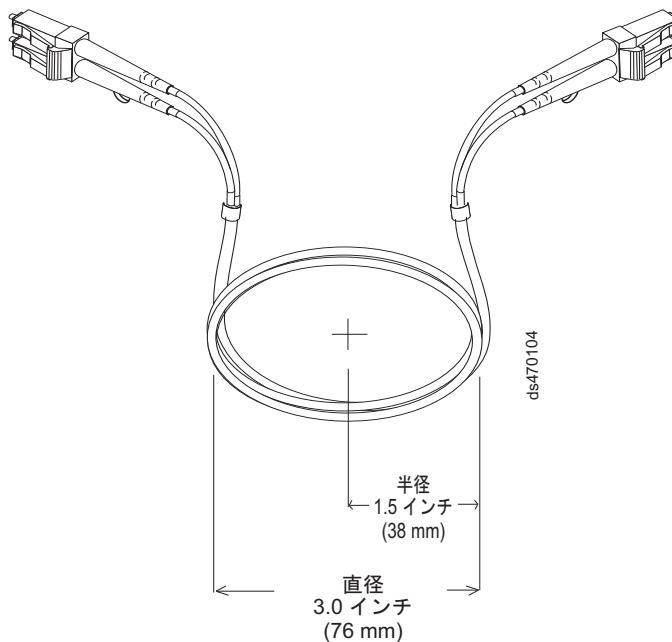

図 19. 光ファイバー・ケーブルの曲げおよびループに関する推奨仕様
**注:** IBM ファイバー・チャネル (FC) ケーブル・オプションは、IBM DS ストレージ製品についてテスト済みであり、承認済みです。最適なパフォーマンスおよび互換性を得るため、IBM DS 製品を取り付けるときは、必ず IBM FC ケーブル・オプションを使用してください。
- 余分な、または未使用の光ファイバー・ケーブルを保管するときは、ケーブルを直径 76 mm (3 インチ) 未満または半径 38 mm (1.5 インチ) 未満に曲げないでください。また、ケーブルを折り返さないでください。42 ページの図 19 を参照してください。